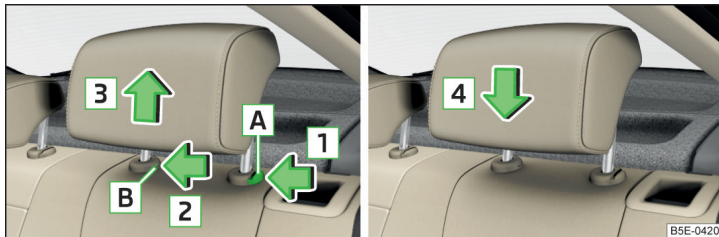

Fig. 75 Reposacabezas trasero: desmontar/montar
- Pulse la tecla de seguridad **A** en sentido de la flecha **1** » fig. 75, presionando al mismo tiempo con un destornillador plano con un ancho de 5 mm como máx. la tecla del seguro en el orificio **B** en sentido de la flecha **2**.